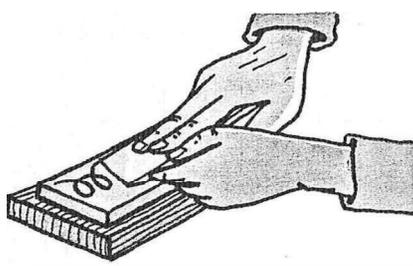

Fig. 128
3. Faz-se descrever por toda a superfície da pedra uma série de circunferências, com vista a desgastar uniformemente a pedra e de a conservar sempre plana (fig. 128).